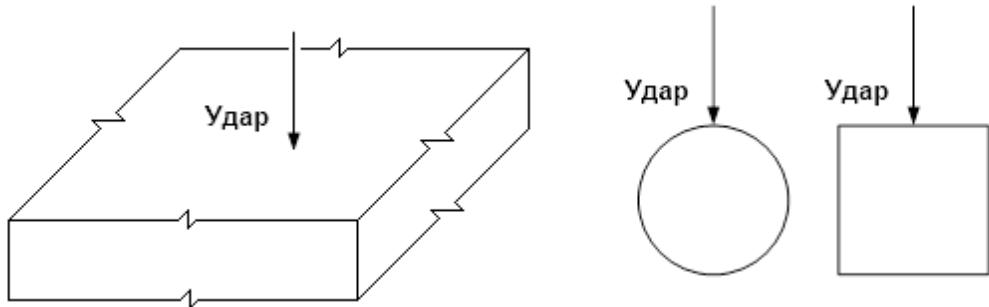

Рисунок 12 – Испытание на эхо-воздействие условно неограниченной плиты, объекта круглого или квадратного сечения
- строка выбора геометрии сечения исследуемого объекта: цилиндр, квадрат (рис. 12), плита /асфальт или объект, имеющий контрольный образец с известной толщиной (при этом каждой выбранной форме сечения соответствует свой коэффициент формы, используемый приложением при вычислениях);